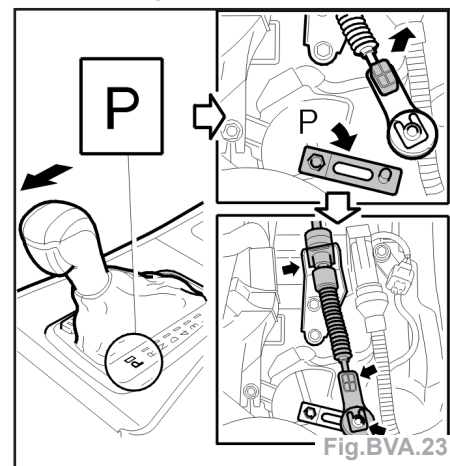

Fig. BVA.23
- Placer le sélecteur de vitesses en position «P» (Fig. BVA.23).